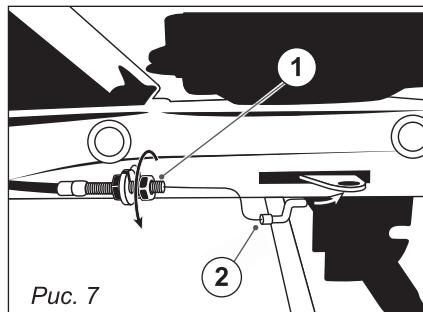

Рис. 7
8. Установите трос сцепления рис. 7 в указанной последовательности, заведите наконечник троса в отверстие, закрепите оболочку троса на раме.